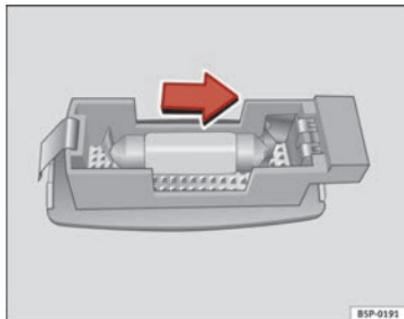

Abb. 196 Ausbau der Leuchte in der Sonnenblende
- Hebeln Sie das Lampenglas mit einem Schraubendreher vorsichtig an der Vertiefung ab, wie dies in der Abbildung gezeigt wird ⇒ Abb. 196.
- Nehmen Sie die Glühlampe in Pfeilrichtung heraus ⇒ Abb. 196. ■